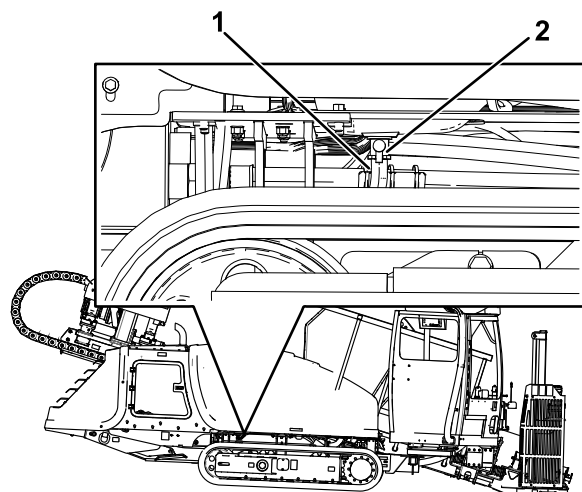

Figura 94
2. A mangueira de drenagem (Figura 94) deve ser puxada com cuidado e sua extremidade colocada em uma bandeja de drenagem.
3. Abra a válvula de drenagem (Figura 94).
5. Quando o óleo parar de escoar, feche a válvula de drenagem (Figura 94).
6. Posicione a mangueira de drenagem novamente em sua posição original (Figura 94).